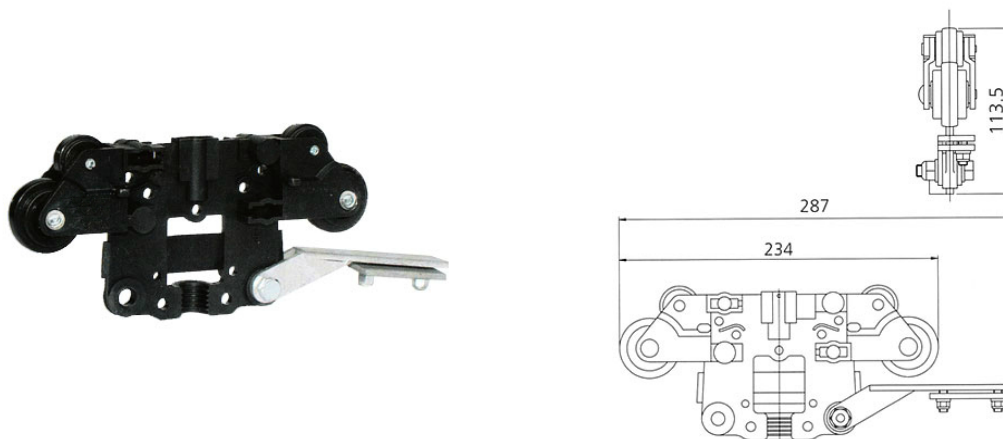

Рисунок 18 – Общий вид каретки для протяжки закрывающей шторки.
3.17. Характеристика каретки для протяжки закрывающей шторки (см. рис.18):